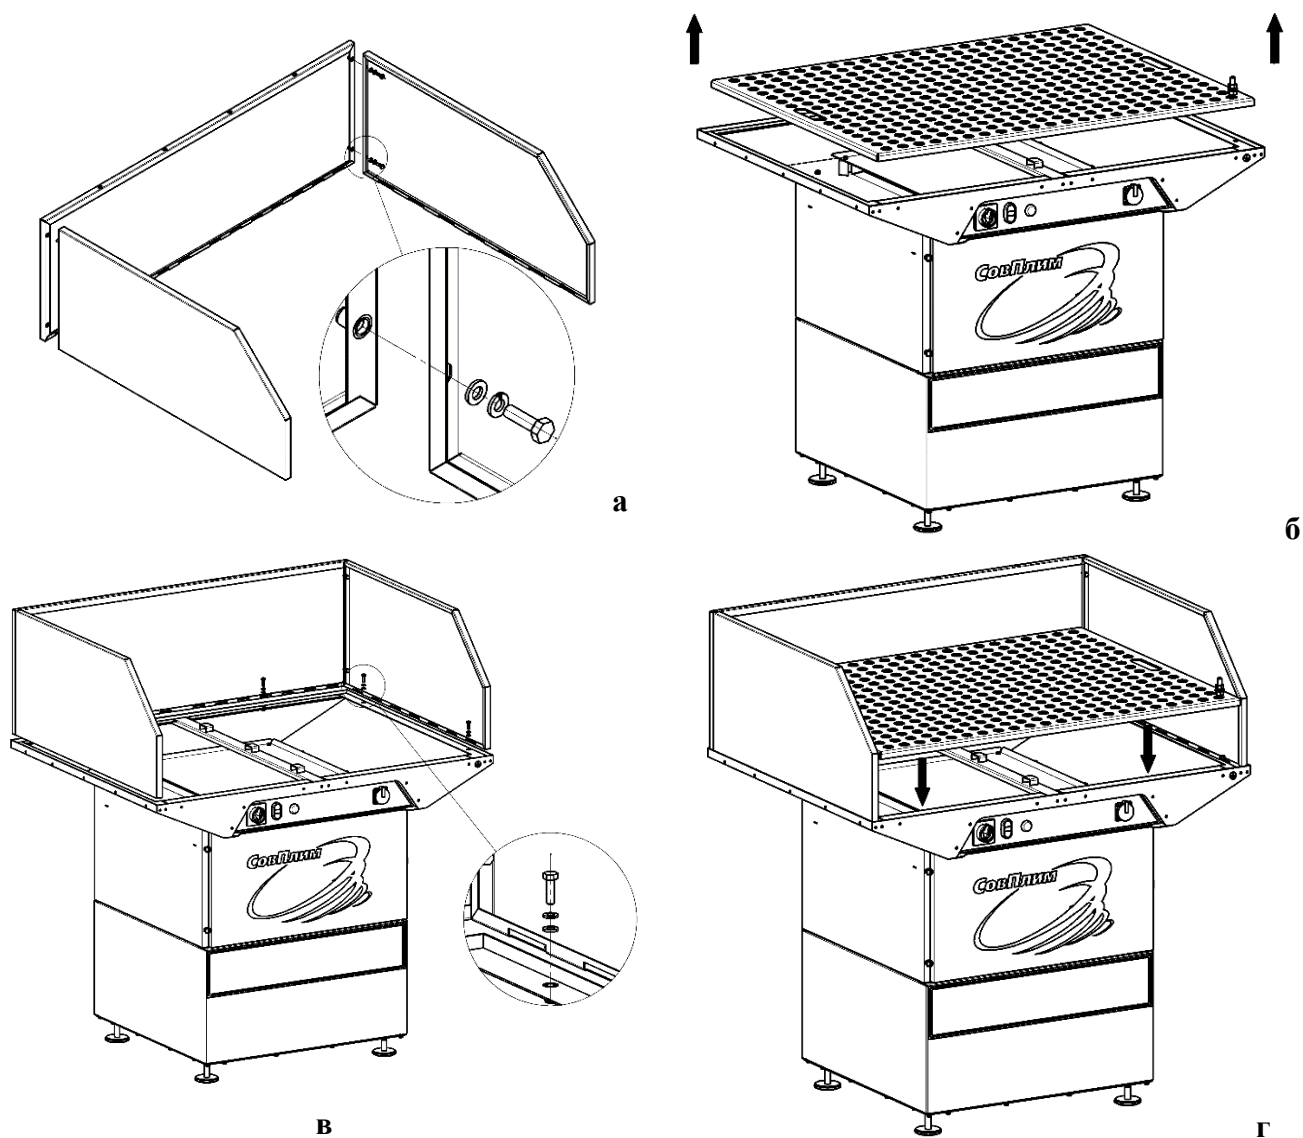

Рисунок 4
- 1) снять плиту со столешницы (рисунок 4а);
- 2) скрепить боковые и заднюю шторы между собой болтами М6х20 через пружинную шайбу 6 и шайбу 6 во вмонтированные в заднюю штору гайки-заклёпки М6 (рисунок 4б);
- 3) установить ограждение на столешницу, скрепить болтами М6х20 через пружинную шайбу 6 и шайбу 6 во вмонтированные в столешницу гайки-заклёпки М6 (рисунок 4в);
- 4) поставить плиту на столешницу (рисунок 4г).